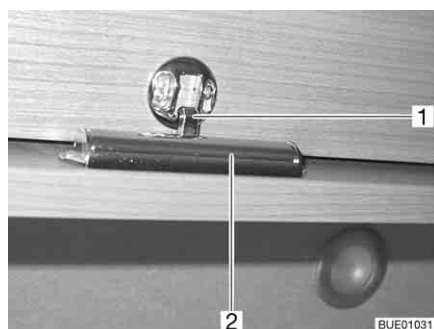

Bild 71 Möbelklappe mit Entriegelungsleiste
- Entriegelungsleiste (Bild 71,2) auf der Innenseite der Möbelklappe drücken und gedrückt halten.
- Möbelklappe herunterdrücken, bis die Verriegelung (Bild 71,1) hörbar einrastet.